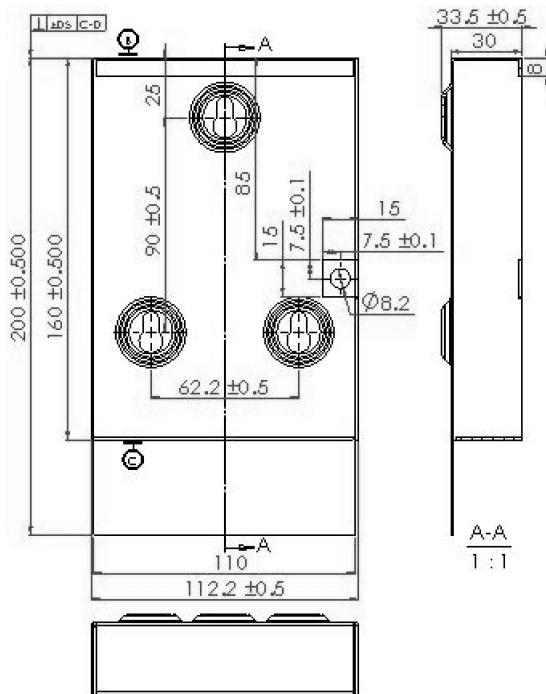

图 10-67 工程图中形位公差标注
- 18 单击以放置符号。工程图中标注形位公差如图 10-67 所示。